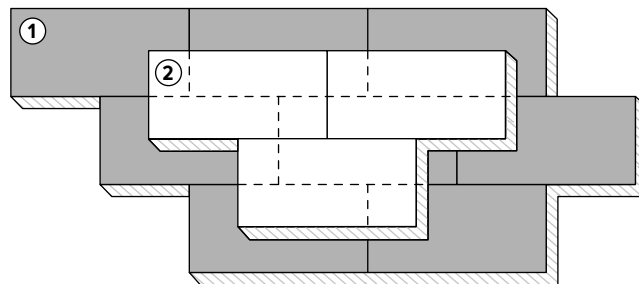

Рисунок 5.5. Смещение плит верхнего и нижнего слоев при укладке.
5.3.11. При устройстве теплоизоляционного слоя из двух и более слоев швы между плитами следует располагать вразбежку, обеспечивая плотное прилегание плит друг к другу (рис. 5.5). Стыки верхнего слоя теплоизоляционных плит необходимо размещать со смещением не менее 200 мм относительно стыков нижнего слоя.